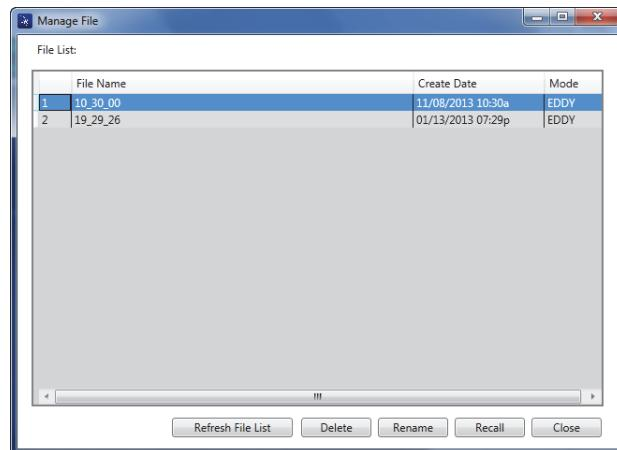

图 7-17 管理文件对话框
- 出现 **Manage File** (管理文件) 对话框 (参见第 188 页的图 7-17)。
1. 在 **Manage File** (管理文件) 对话框中, 选择要删除的文件, 然后点击 **Delete** (删除) (参见第 188 页的图 7-17)。
1. 在 **Manage File** (管理文件) 对话框中, 选择要重命名的文件, 然后点击 **Rename** (重命名) (参见第 188 页的图 7-17)。
1. 在 **Manage File** (管理文件) 对话框中, 选择要被调用的文件, 然后点击 **Recall** (调用) (参见第 188 页的图 7-17)。
- ◆ 在 **Manage File** (管理文件) 对话框中点击 **Refresh File List** (刷新文件列表) (参见第 188 页的图 7-17)。